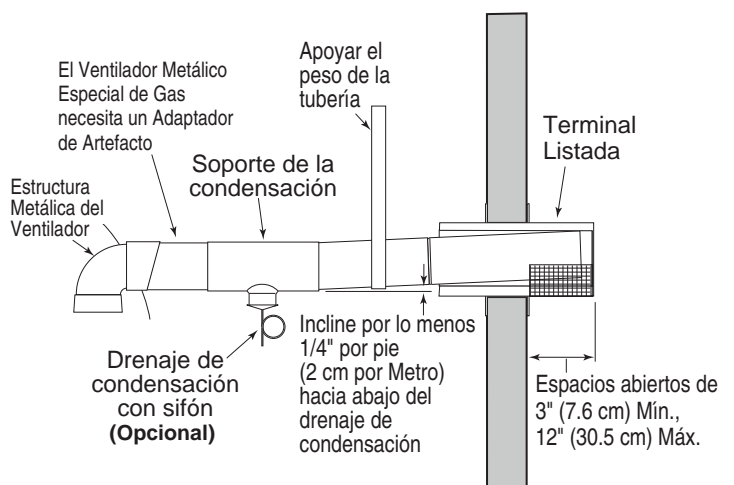

Figura 17.
- Por lo menos a .076 metros y como mucho a .305 metros fuera de la pared (ver Figura 17), siguiendo las instrucciones del fabricante del ventilador